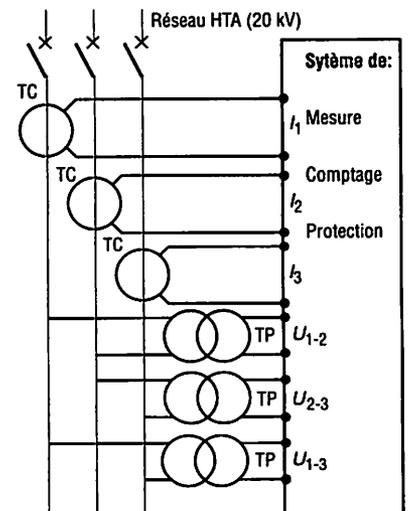

Fig. 24 : Schéma d'un circuit de mesures en HTA.
5.3. Comptage de l'énergie (fig. 24)